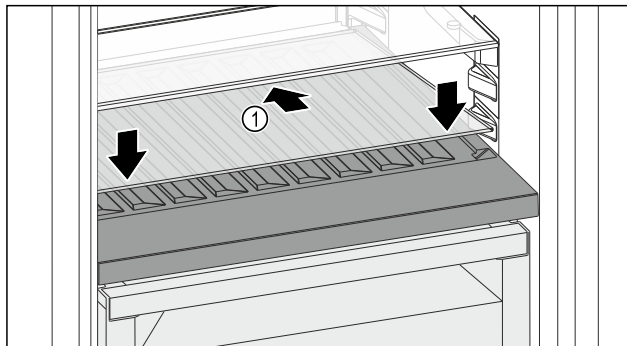

Fig. 99
- Helyezze be ferdén, hátul lefelé döntve az üveglapot Fig. 99 (1).
- Engedje le az üveglap Fig. 99 (1) elejét.